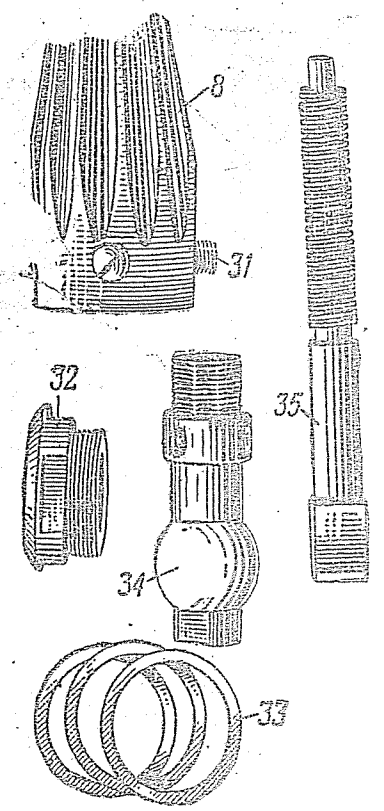

Рис. 84. Детали механизма горизонтирования:
3. Разобрать механизм горизонтирования (рис. 84):